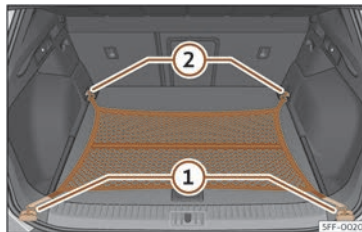

Fig. 182 No maleteiro: bolsa de rede enganchada case tocando o piso.
- Fixe os ganchos da rede nas argolas de amarre >>> **fig. 182 ① e ②** >>> ⚠️. A cremalleira da bolsa ten que quedar cara arriba.